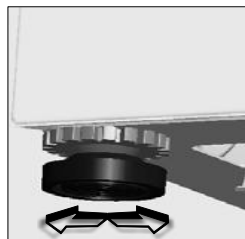

Рис. 5
- Установите необходимый уровень путем вращения ножки вверх/вниз путем вращения ножки вправо/влево (рис. 5),